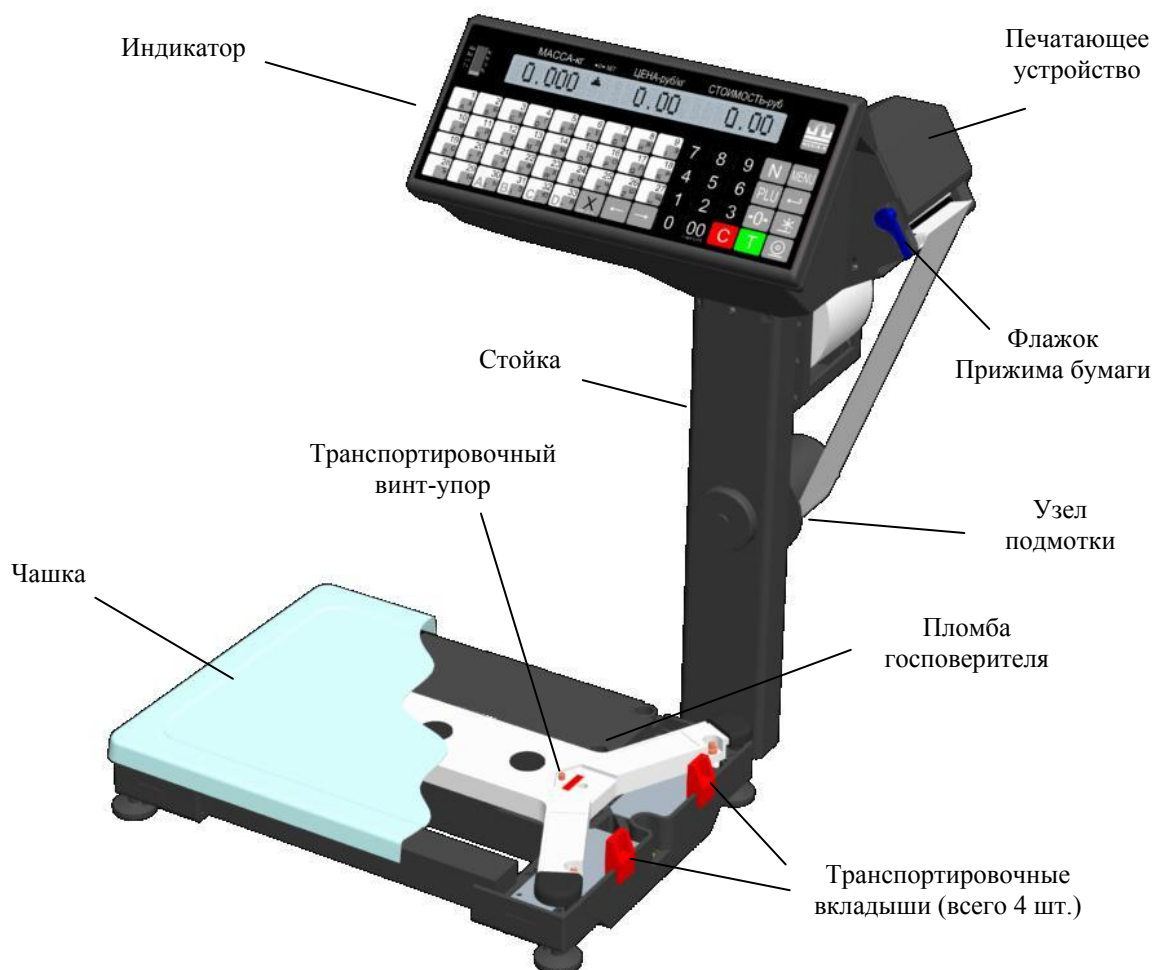

Рис. 3. Общий вид весов ВПМ_Т1
Общий вид весов (Рис. 3) приведен для модификации торговых весов ВПМ_Т1.
Снять чашку. Снять транспортировочные вкладыши (Рис. 3).
Вывернуть полностью транспортировочный винт-упор (Рис. 3), вращая его только против часовой стрелки.
- Поднять флажок прижима бумаги (Рис. 3).